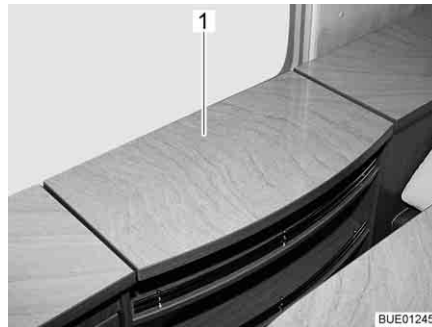
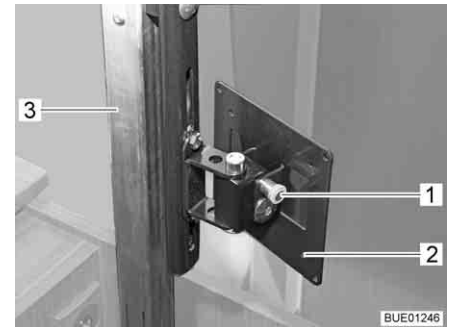

Bild 55 TV-fack
Bild 56 Lyftmekanism
- Tryck, i mitten, lätt ner locket (Bild 55,1) till TV-facket. Den höj- och sänkbara pelaren (Bild 56,3) låses upp och körs uppåt.
- Drag ut låsknappen (Bild 56,1) och vrid fästet (Bild 56,2) med den platta bildskärmen till önskat läge.
- Vrid tillbaka den platta bildskärmen till utgångsläget, tills fästet (Bild 56,2) hakar fast i låset.
- Tryck ner locket (Bild 55,1) i mitten mot den höj- och sänkbara pelarens (Bild 56,3) motstånd, tills låset hakar fast.